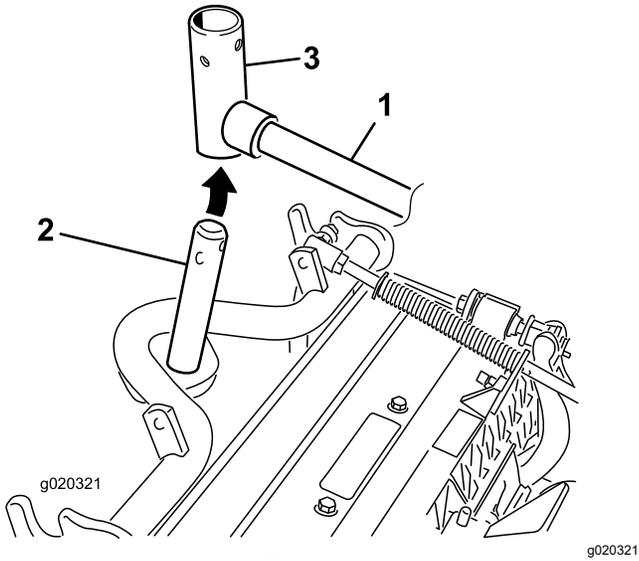

図 10
9. フロントに取り付けるカッティングユニットは、昇降アームの下に入れるときにキャリアフレームのシャフトを昇降アームのピボットヨークに挿入する 図 10。
- B. 昇降アームのヨークをキャリアフレームのシャフトに通す 図 10。